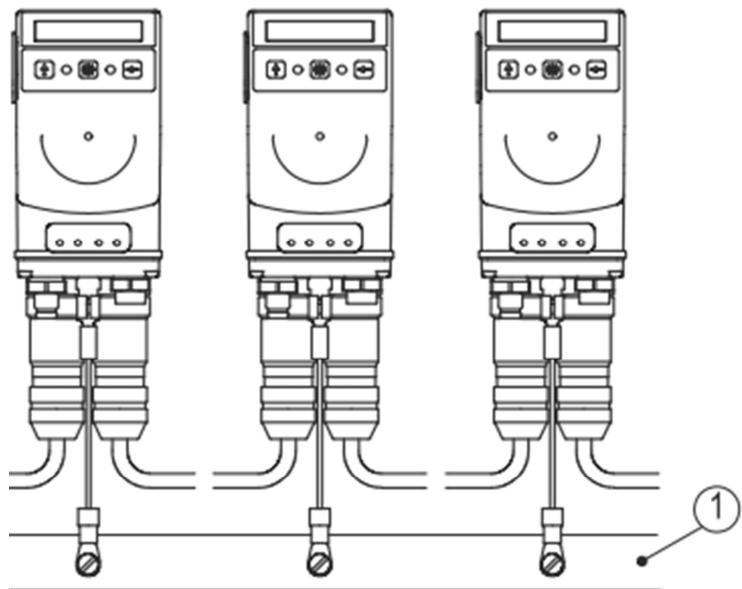

図3：アースバー
複数の機器をご使用いただく場合、アースバー①への接続を推奨します。(図3参照)